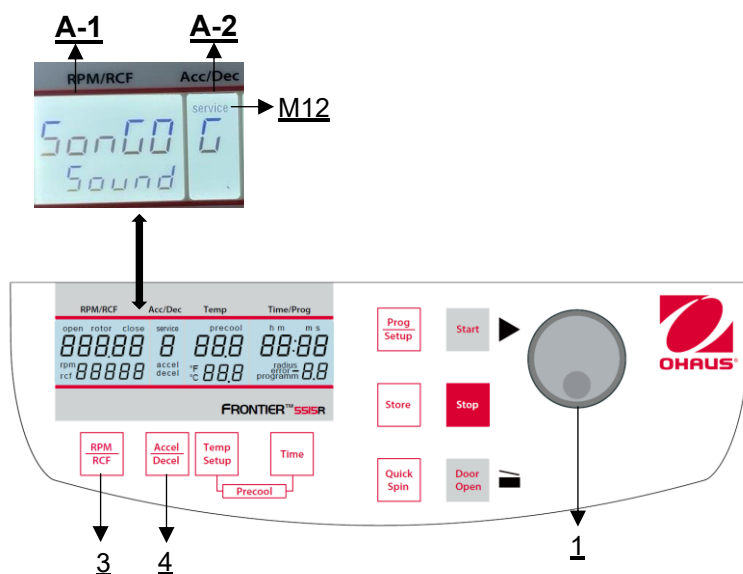

Figura 33
Proceda como se describe en el punto 4.1.1 para entrar en este modo de programación y, a continuación, pulse la tecla **"Acel/Decel"** (4). En la pantalla **"Acc/Dec"** (A-2) parpadea la palabra **"Service"** (M12). Seleccione ahora la letra **"G"** con el botón de ajuste (1). Como resultado, en la pantalla **"RPM | RCF"** (A-1) aparecen las palabras **"SonGo/Sound"**. Después de pulsar la tecla **"RPM | RCF"** (3) puede seleccionar una canción con el botón de ajuste (1) (véase la figura 33).